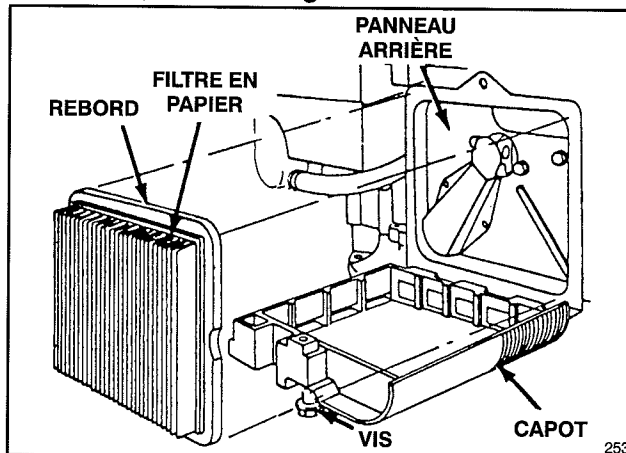

Figure 11
3. Retirer le filtre en papier (Fig. 11) et le jeter.
4. Installer le nouvel élément de filtre à air en papier dans le sens illustré à la figure 11, de façon à ce que son rebord touche le panneau arrière.